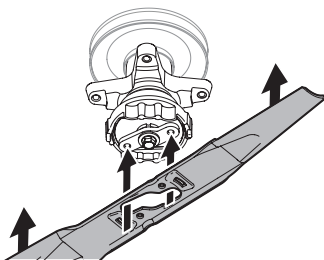

Figura 48
3. Posicione la cuchilla debajo del montaje de husillo, y alinee con cuidado el orificio grande del centro de la cuchilla sobre el retenedor de cuchillas del tractor (Figura 48).